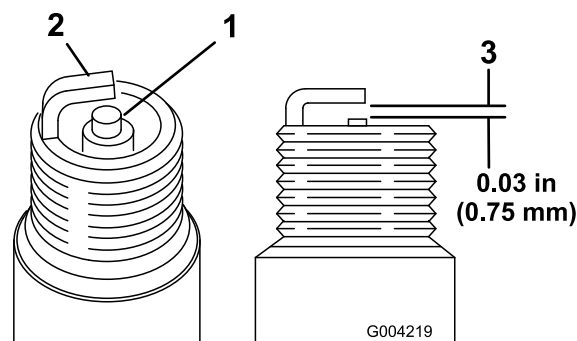

Figure 37
1. Examinez le centre des bougies (Figure 37). Si le bec de l'isolateur est recouvert d'un léger dépôt gris ou brun, le moteur fonctionne correctement. S'il est couvert d'un dépôt noir, c'est généralement signe que le filtre à air est encrassé.
2. Contrôlez l'écartement entre l'électrode centrale et l'électrode latérale (Figure 37).
3. Courbez l'électrode latérale (Figure 37) si l'écartement est incorrect.